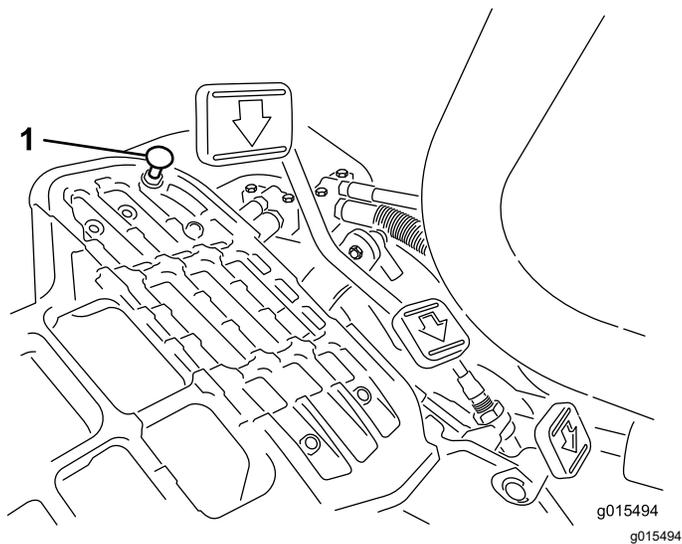

図 40
モードレバーを移動走行位置にセットし、ペダルを一杯に踏み込めば最高速度となります。ケーブルに張力が掛かる前にペダルがストップ 図 40 に当たる場合には調整が必要です。
1. モードレバーを移動走行位置にセットし、ペダルストップを固定しているロックナットをゆるめる図 40。